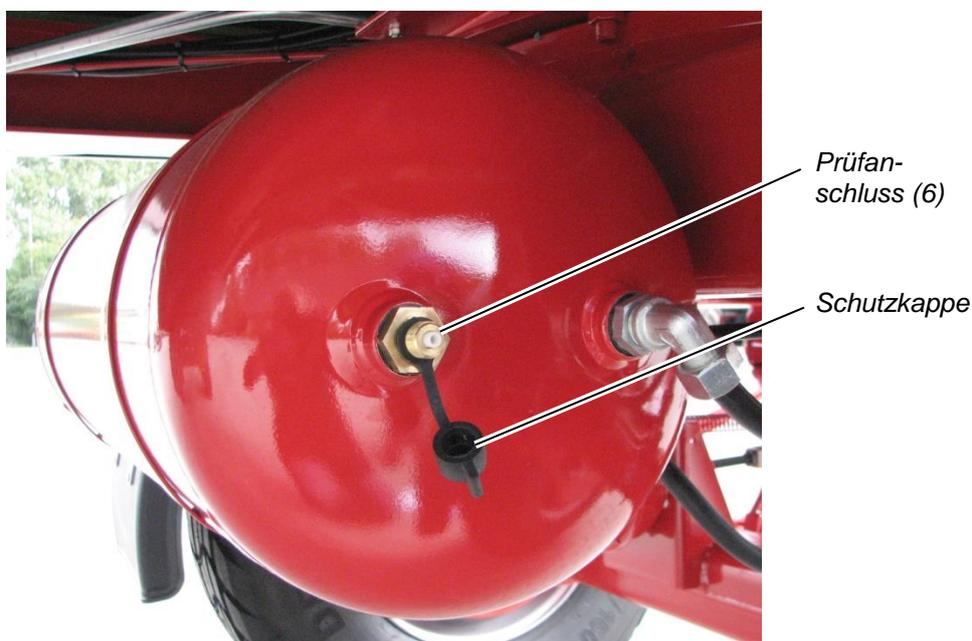

Abbildung 53: Prüfanschluss für ein Manometer am Druckluftvorratsbehälter
- ⇒ Ziehen Sie die Schutzkappe vom Prüfanschluss (6) ab (siehe Abbildung 53).
- ⇒ Stecken Sie ein Manometer auf den Prüfanschluss (6) und lesen Sie den gemessenen Luftdruck ab.
- ⇒ Setzen Sie die Schutzkappe wieder auf den Prüfanschluss (6) auf.